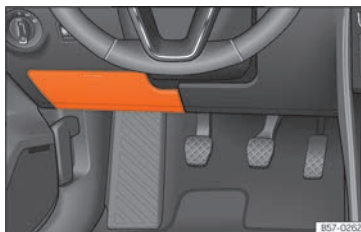

Fig. 105 Sur le tableau de bord côté conducteur (guide gauche) : cache du boîtier de fusibles.
- *Ouverture* : rabattez le couvercle vers le bas »» fig. 105.